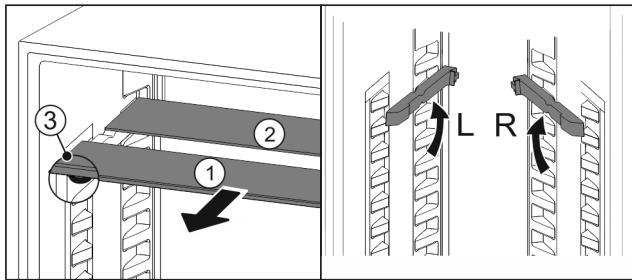

Fig. 97
- ▶ Steklene plošče posamično izvlecite Fig. 97 (1) naprej.
- ▷ Steklena plošča Fig. 97 (1) z okrasno letvijo je spredaj.
- ▷ Zaustavljalniki Fig. 97 (3) so obrnjeni navzdol.